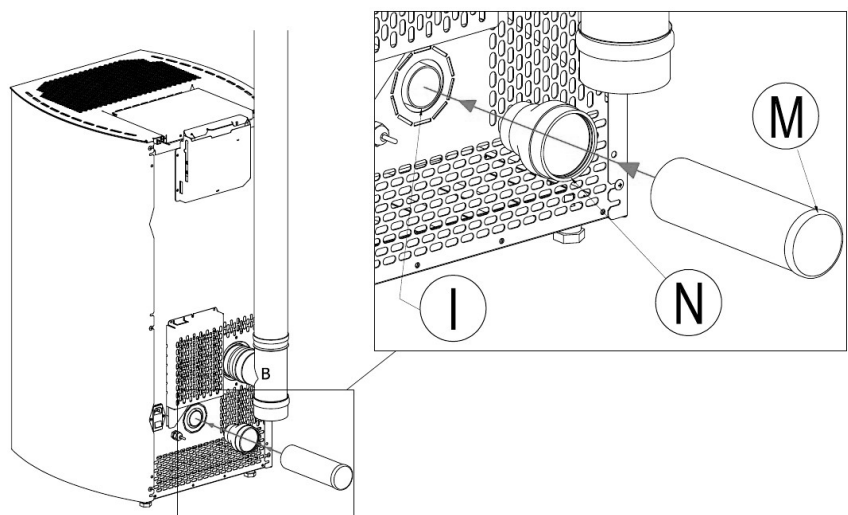

Fig. 13 - Conexiones
LEYENDA	Fig. 13
- Empalme N con Q utilizando un tubo flexible o rígido de diámetro de 60 mm, con una longitud máxima de 2 metros (ver Fig. 13).